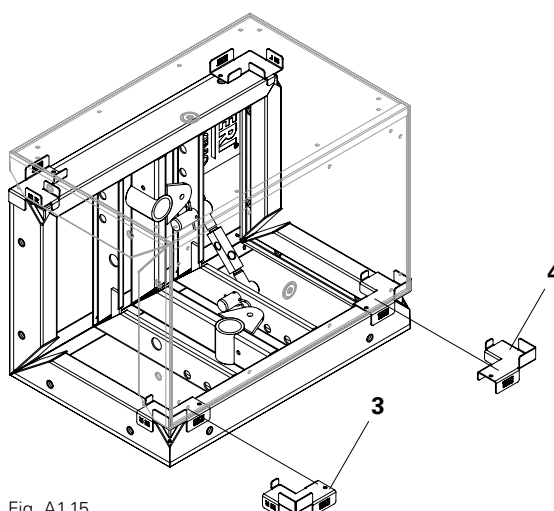

Fig. A1.15
- deux angles de cage (Fig. A1.15).